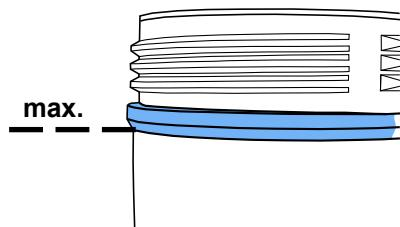

图 7
- 按下透气阀 (5) 可使砂罐完全透气。
- 拧开砂罐盖 (4)。（若不能拧松砂罐盖，则砂罐内仍存有压力
- 充填喷丸的量不要超过最大标记线 (图 7) (螺纹下部喷箱外壳的增厚处)。